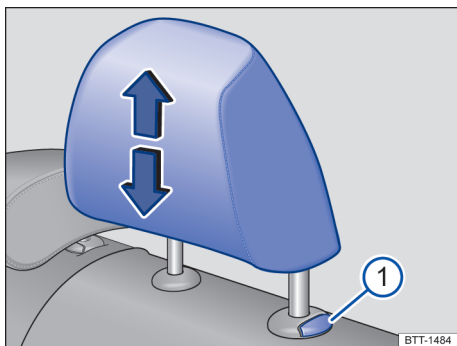
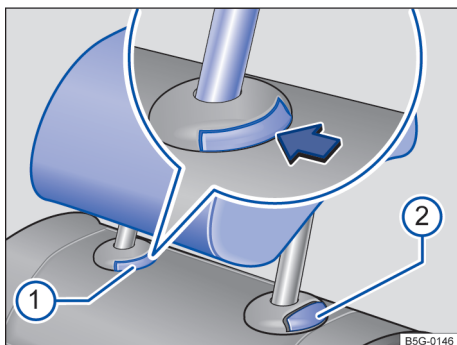

Fig. 70 Assentos traseiros laterais: remover o apoio para cabeça.
Fig. 71 Assento traseiro central: remover o apoio para cabeça.
- Retirar totalmente o apoio para cabeça com o botão → Fig. 70 ① ou → Fig. 71 ① pressionado.
- Empurrar o apoio para cabeça para baixo com o botão → Fig. 70 ① ou → Fig. 71 ① pressionado.